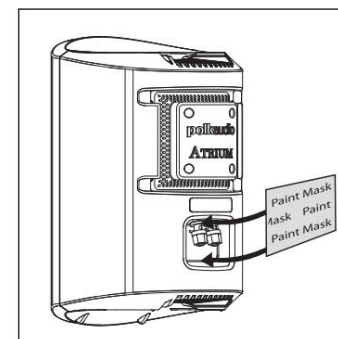
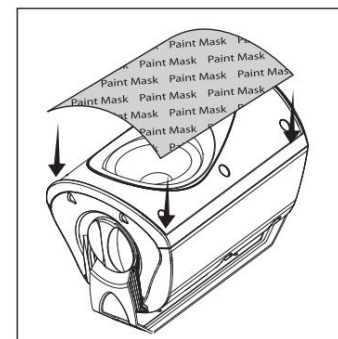

FIGURA 6: Acoperiți terminalele situate în spatele carcasei.
FIGURA 7: Mascăți ecranul acustic și tractoarele.
2. Mascăți panoul și terminalele din spatele difuzorului [Figura 6], apoi mascați suprafața frontală a difuzoarelor pentru a proteja difuzoarele și deflectorul acustic în timpul vopsirii [Figura 7]. Mascăți sigla Polk de pe grilă. De asemenea, mascați porțiunea înșurubabilă a butoanelor și soclurile filetate de la capete. vorbitori.